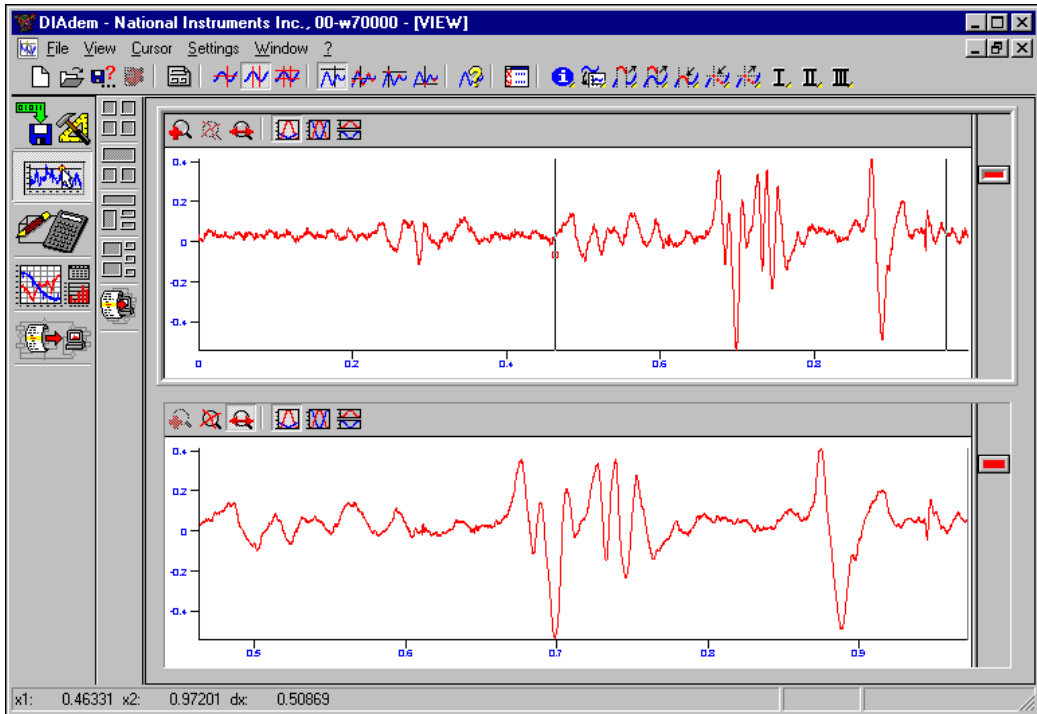

図 4-9 拡大したグラフ
3. **Band cursor** をドラッグして、グラフで詳細に知りたい部分を選択します。図 4-9 はグラフの一部を拡大したものです。